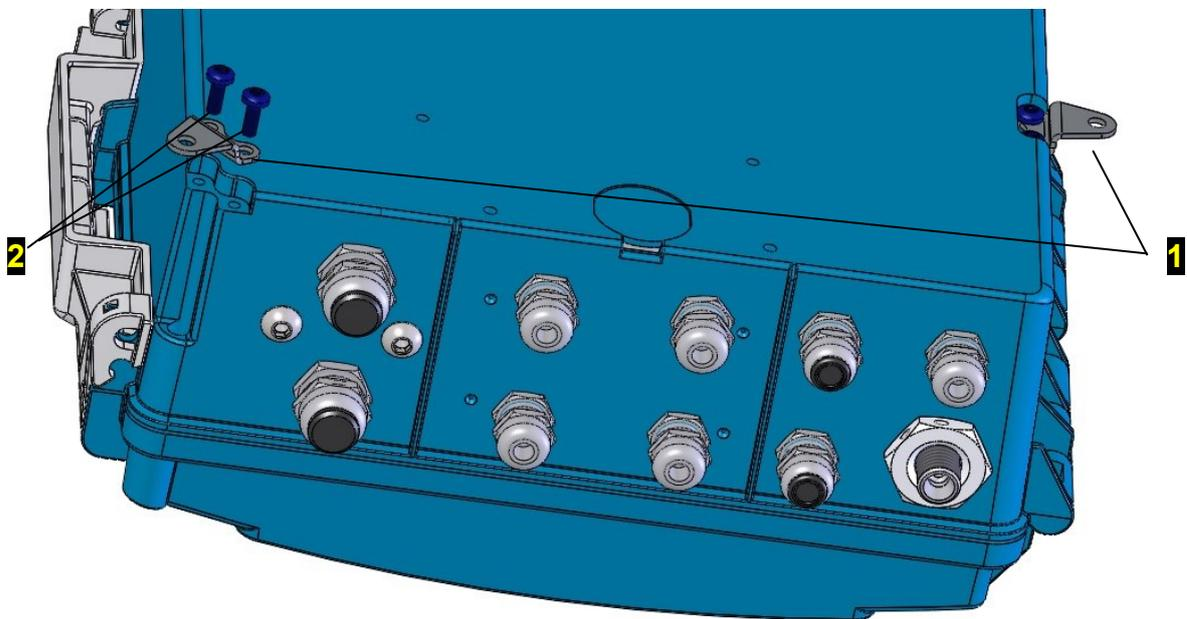
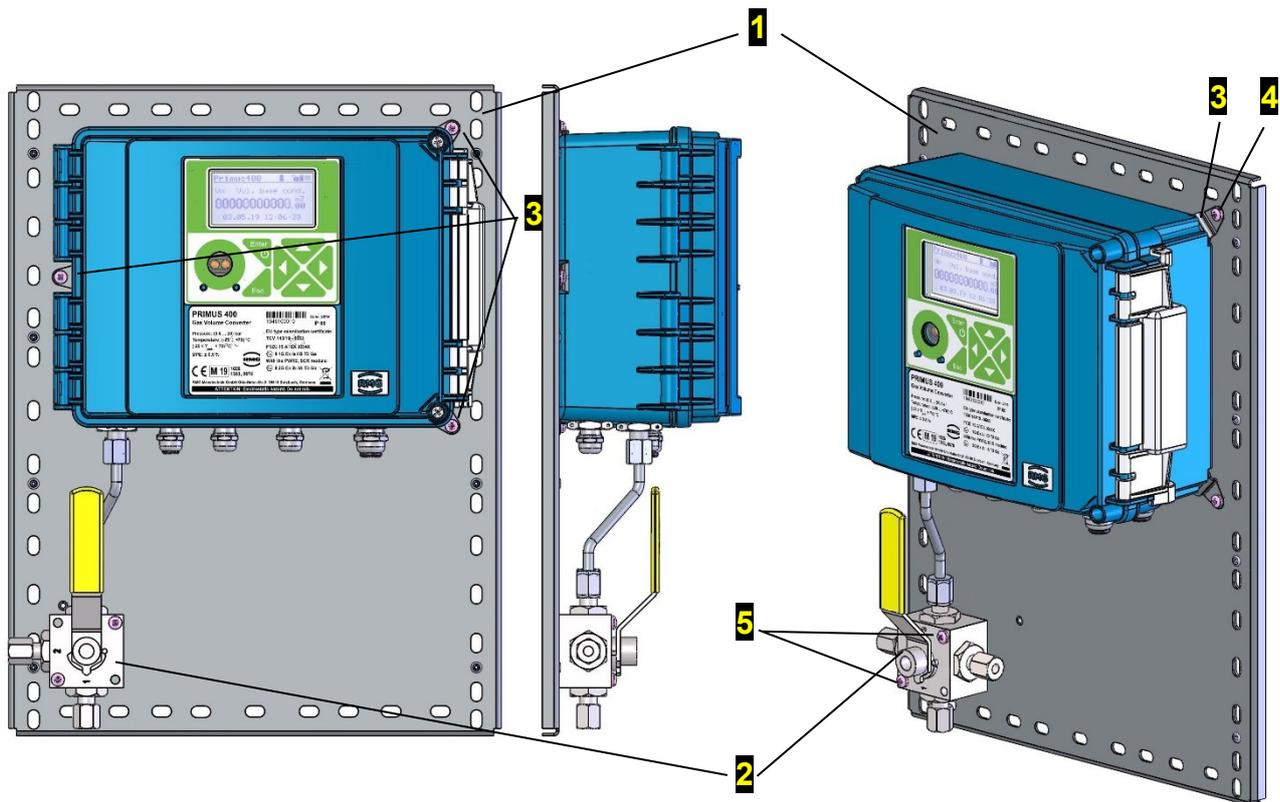

Abb. 4: Montage der Halterungen am Gerät
Abb. 5: Montage von Primus 400 auf einer Befestigungsplatte
1. Vor Anbringung des Gerätes auf der Befestigungsplatte 3 Halterungen **1** mit selbstschneidenden Kunststoffschrauben 3,5x12 **2**, die mit dem Gerät geliefert werden, am Geräteboden montieren (siehe Abb. 4).
2. Das Gerät mit den Halterungen **3** mit 3 Schrauben M4x10 nach ISO 7045 **4** an der Befestigungsplatte montieren (Abb. 4, Abb. 5). Die M4-Nietmuttern sind an der Befestigungsplatte vormontiert.